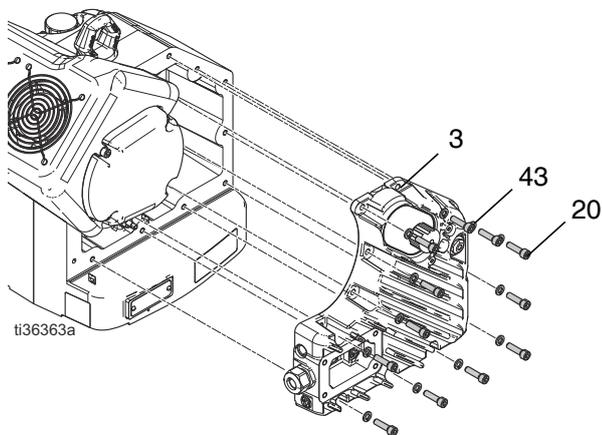

FIG. 17: Rimozione del coperchio della sezione elettronica
2. Installare il coperchio della sezione elettronica (3), 12 rondelle (4), 12 viti (24) e serrare alla coppia di 20-27 N•m (15-20 ft-lb). Vedere FIG. 17, a pagina 17.
3. Rimuovere 12 viti (24) e le rondelle dal coperchio della sezione elettronica (3). Vedere FIG. 17, a pagina 17.